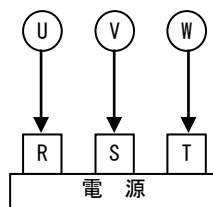

図4 配線接続図
- (1) 電動機の電源設備や配線工事、接地工事(アース)などは、電気設備技術基準および内線規程に従い正しく施工してください。配線図は図4をご参照ください。